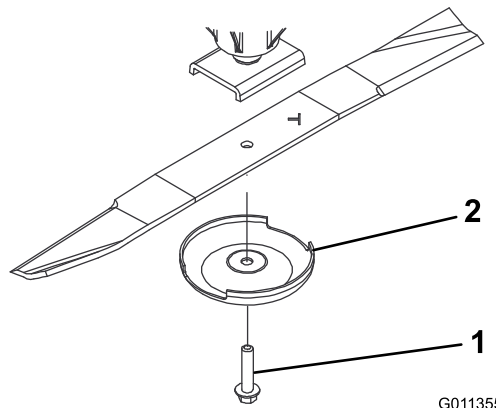

Figure 123
3. Enlevez le boulon, la coupelle de protection et la lame de l'axe de pivot (Figure 123).